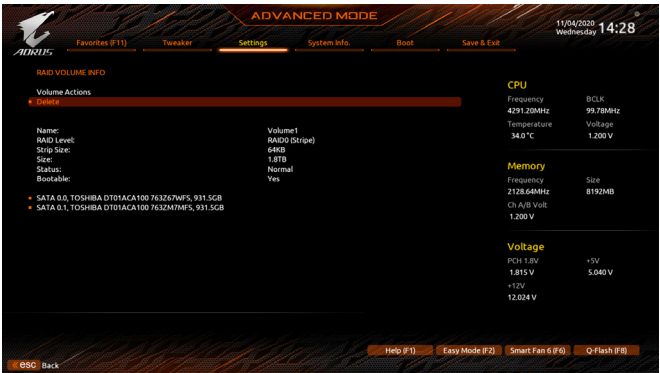

图6
完成后画面将回到「Intel(R) Rapid Storage Technology」画面，即可在「RAID Volumes」处看到建立好的磁盘阵列。若要检视更详细的资料，可在该磁盘阵列上按<Enter>键，即可看到例如磁盘阵列模式、区块大小、磁盘阵列名称及磁盘阵列容量等资讯(图6)。